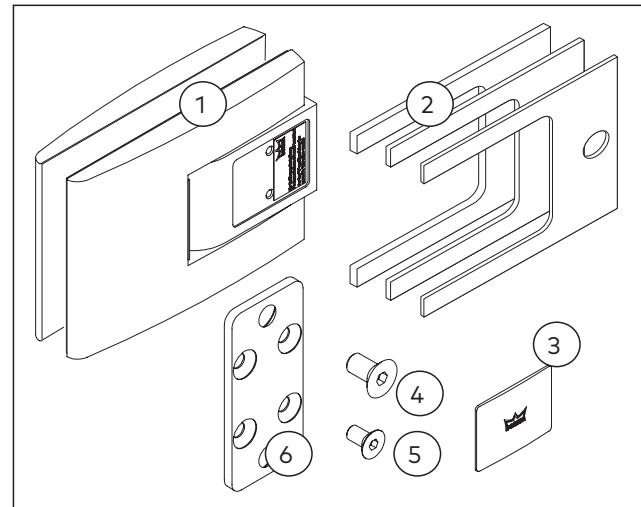

Abb. 9 Lieferumfang der Zargenbefestigung mit einglassener Montageplatte
- ▶ 2 x Pendeltürband (Abb. 9/1)
- ▶ Zwischenlagen je 4 x in 3 verschiedenen Dicken: 1 mm, 2 mm, 3 mm (Abb. 9/2)
- ▶ 12 x Anschlagkappe in 3 verschiedenen Farben (Abb. 9/3)
- ▶ 4 x Senkschraube M8 x 16 (Abb. 9/4)
- ▶ 8 x Senkschraube M6 x 12 (Abb. 9/5)
- ▶ 2 x Montageplatte (Abb. 9/6)